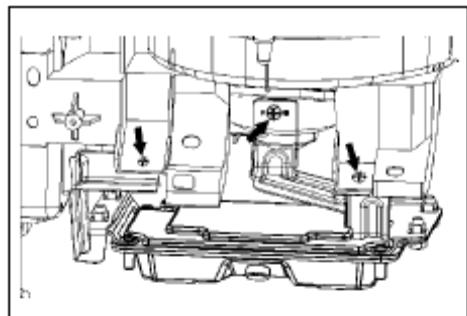

Рис. 444
**7. Отсоедините электронный блок управления двигателя (рис. 444)**